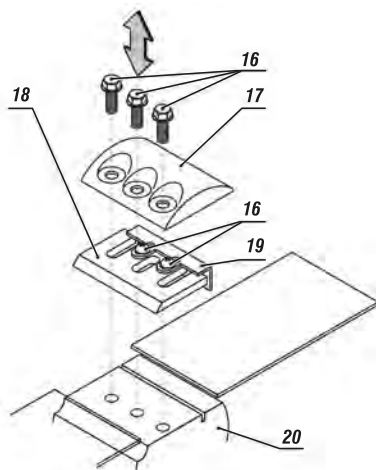

fig. 10 - substituição das lâminas
3. Remova a proteção (17), a lâmina (18) e a placa de ajuste (19);
4. Solte os parafusos (16) remova a placa de ajuste (19) e a lâmina (18), conforme fig. 10;